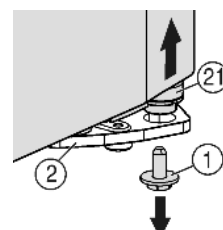
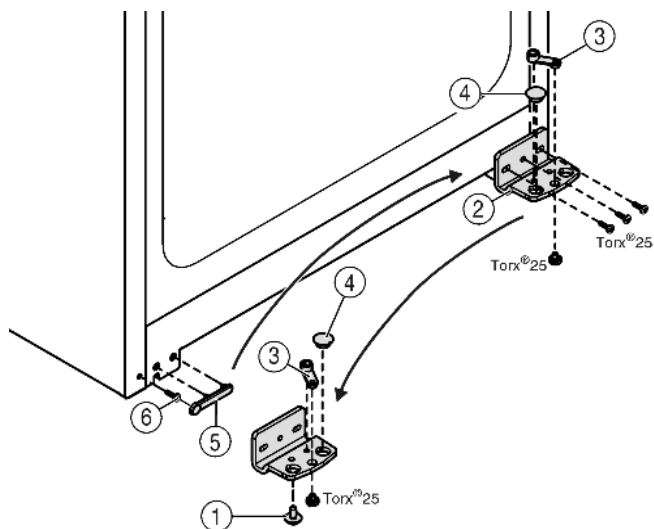

Fig. 4
Fig. 5
- ▶ Na dole po prawej stronie odkręcić śrubę zabezpieczającą Fig. 4 (1) z płytki zawiasu.
- ▶ Trzpień zawiasu Fig. 4 (21) luzuje się w płytce zawiasu Fig. 5 (2).
- ▶ Jeśli trzpień zawiasu Fig. 4 (21) nie poluzuje się, należy wycisnąć go od dołu.
- Odkręcić płytkę zawiasu Fig. 5 (2).
- Odkręcić element zawiasu Fig. 5 (3), przełożyć do przeciwnego otworu zawiasu i tam dokręcić.
- Zatyczki Fig. 5 (4) wyjąć z płytki zawiasu i przełożyć do przeciwnego otworu zawiasu.
- Ostrożnie podnieść osłonę Fig. 5 (5) od strony uchwytu.
- Wykręcić śrubę Fig. 5 (6) i ponownie wkręcić po przeciwnej stronie.
- Ponownie założyć osłonę Fig. 5 (5).
- Przykręcić mocno płytkę zawiasu Fig. 5 (2) na nowej stronie (**z siłą 4 Nm**), w razie potrzeby za pomocą wkrętarki akumulatorowej.
- Śrubą zabezpieczającą Fig. 4 (1) wkręcić w trzpień zawiasu i mocno dokręcić (**z siłą 4 Nm**).